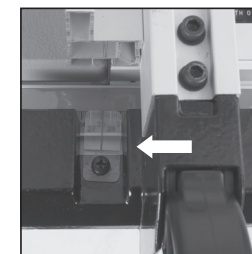

Fig. 16
**Remarque :** le guidage de butée parallèle contient une « fenêtre transparente » avec une marque de référence pour pouvoir mieux lire l'échelle se trouvant sur le rail de butée (**fig. 16**).